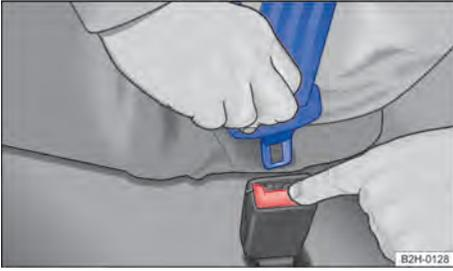

Fig. 23 Soltar a lingueta do fecho do cinto de segurança.
1. Pressionar o botão vermelho no fecho do cinto de segurança → Fig. 23. A lingueta do cinto de segurança salta para fora.